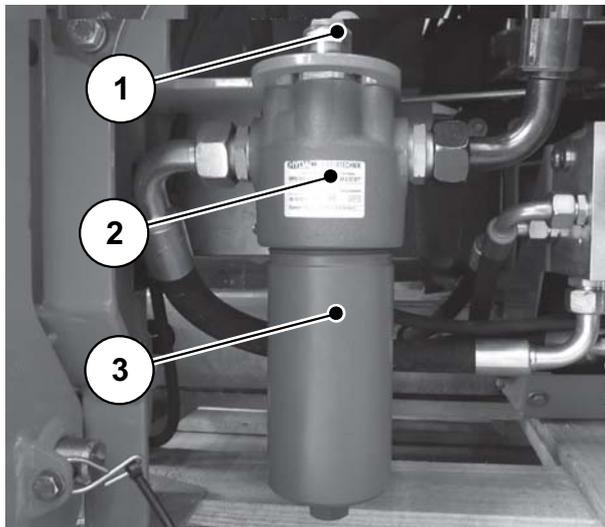

Figure 9.38 : Filtre pour pression hydraulique
Afin de garantir un fonctionnement long et sans dysfonctionnement, nous recommandons d'utiliser un filtre sous pression hydraulique (figure 9.38). Si le filtre sous pression hydraulique est encrassé, la cartouche de filtre doit être remplacée par une nouvelle cartouche.
Afin de pouvoir détecter un encrassement, le filtre sous pression (figure 9.38) comporte un affichage d'encrassement (figure 9.38 Position 1).
1. Desserrez la cuve du filtre (figure 9.38 position 3) avec une clé plate SW24
4. Nettoyez la cuve du filtre et la tête du filtre (figure 9.38 position 2) dans la zone du filetage et de la surface d'étanchéité, et contrôlez la présence d'éventuelles détériorations mécaniques.
6. Vissez la cuve du filtre (figure 9.38 position 3) avec la clé plate SW24 jusqu'en butée et dévissez la cuve du filtre d'un quart de tour.